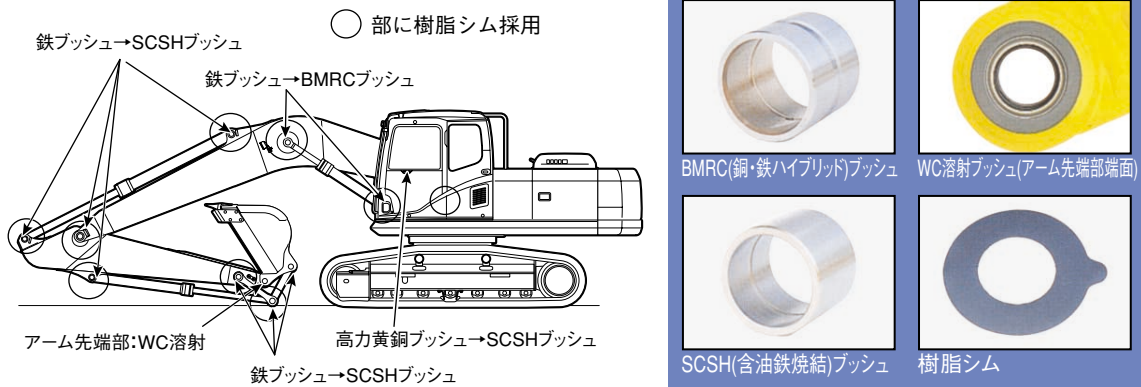

図21 作業機の給脂間隔の延長
- (1) 潤滑油を含浸させた作業機ブッシュ、水や泥の浸入を防ぐロングリップダストシール、両端面を保護する樹脂シム、アーム先端部の端面とバケット端面を保護するタングステンカーバイド溶射により作業機への給脂間隔を500時間に延長した。(図21) またエンジンオイルフィルタの高性能濾過材使用により、エンジンオイルとエンジンオイルフィルタの交換時間を500時間に延長した。これらによって、定期整備間隔を500時間に延長し、メンテナンスコストを6型比で約30%低減した。